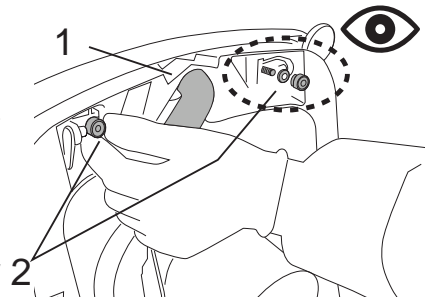

Fig.39
- Nehmen Sie den Saugschlauch vom Saugfuß (Abb. 39, Pkt. 1).
- Schrauben Sie die Drehgriffe los (Abb. 39, Pkt. 2).